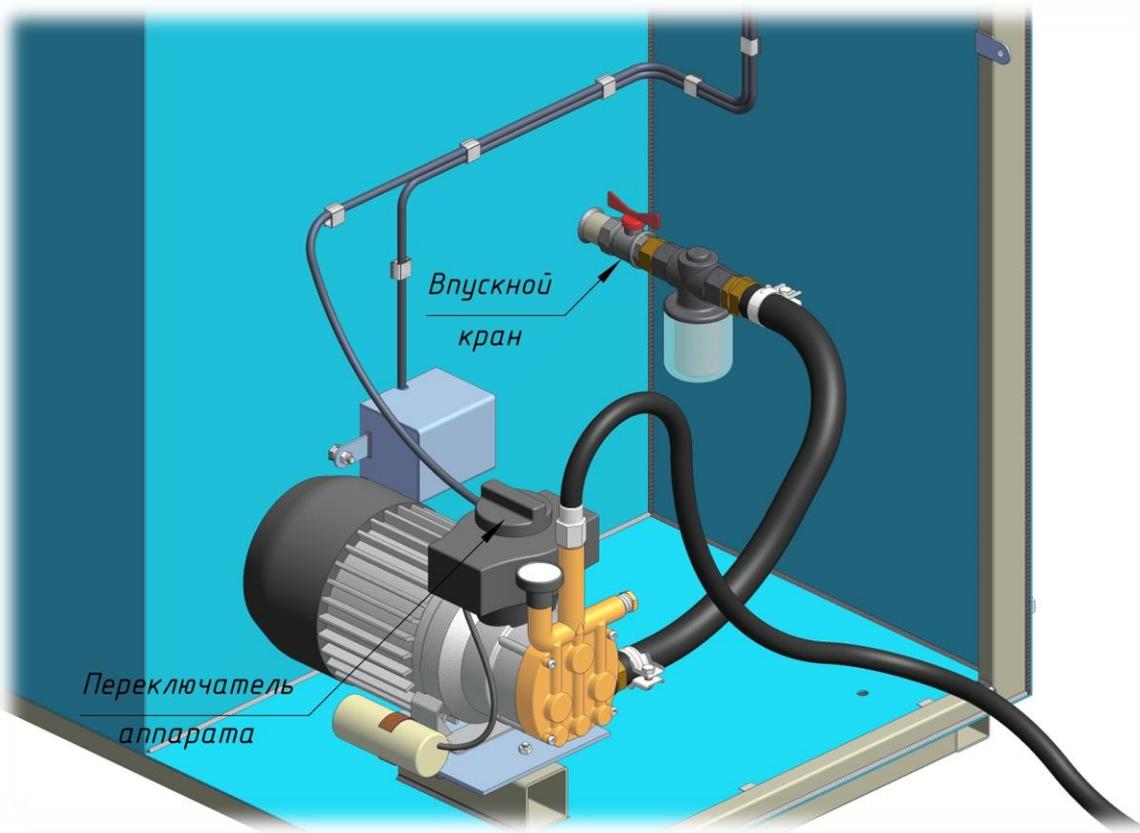

Рисунок 5
4.8. Эксплуатация ПМК «Аквадор» без воды категорически запрещена, поэтому первоначально необходимо открыть выпускной кран и подождать несколько минут, чтобы вода поступила во всасывающий трубопровод (смотри рис. 5).
- повернуть переключатель аппарата против часовой стрелки (смотри рис. 5);
5.2. Убедиться в том, что выпускной кран всасывающего трубопровода открыт (смотри рис. 5);
5.3. Повернуть против часовой стрелки переключатель АВД (смотри рис. 5);